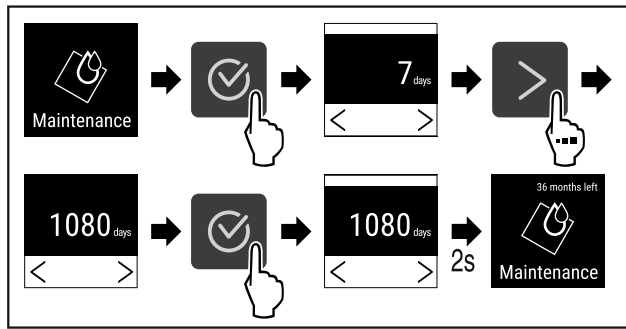

Fig. 74
- ▶ Efectuați pașii de acțiune (vezi Fig. 74).